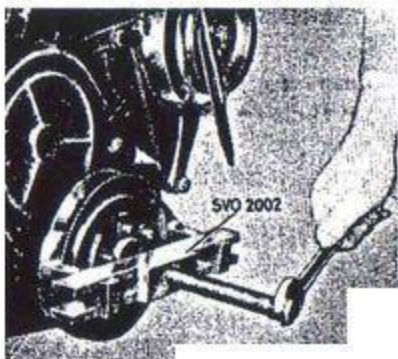

Bild 22. Demontering av vevaxelremskiva.
2. Dra av vevaxelremskivan (bild 22) med avdragare SVO 2002.